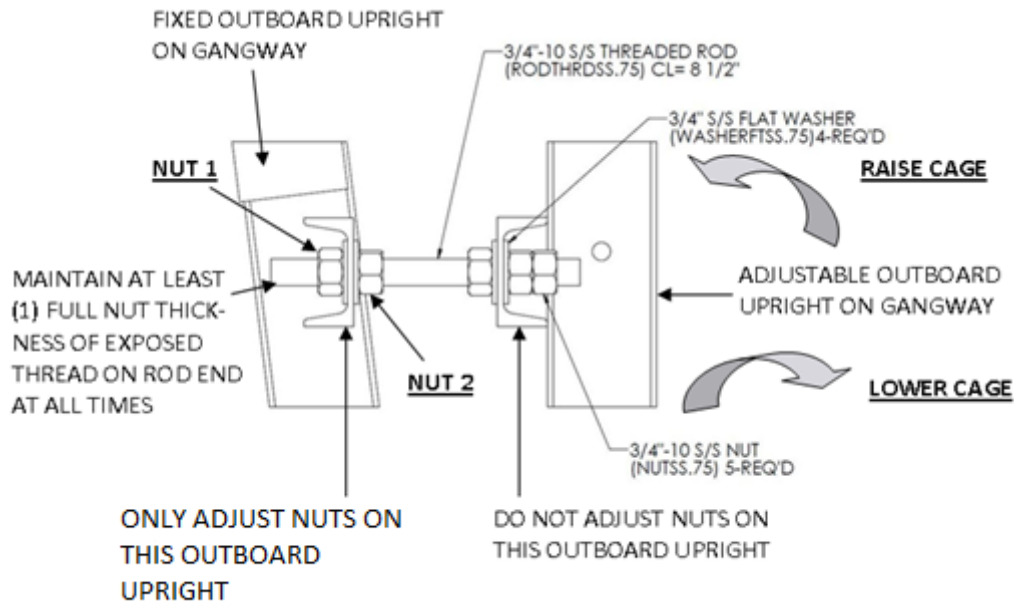

FIGURE 7-7
* QTY'S SHOWN ARE FOR ONE (1) BOX OF CAGE HARDWARE
k) ADJUSTABLE CAGE LEVELING PROCEDURE SEE FIGURE 7-7.